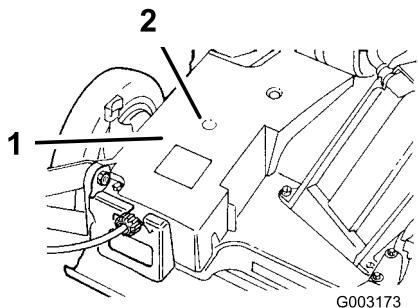

Figura 23
2. Montate un ingassatore a pressione sul raccordo di ingassaggio nell'apertura del copricinghia (Figura 23).